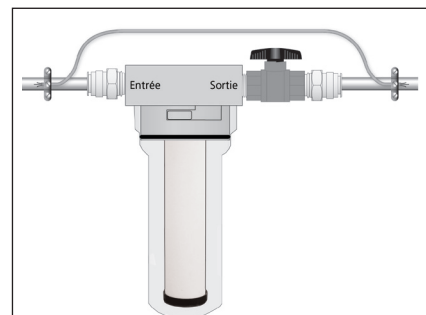
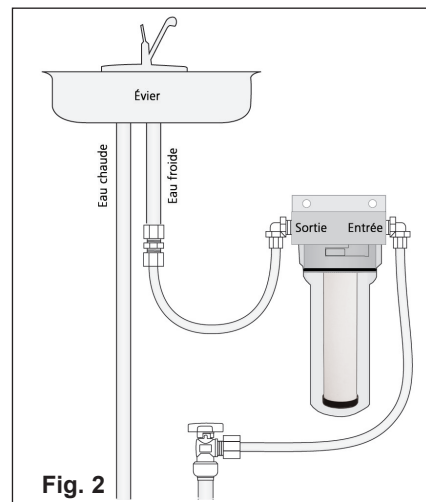

Fig. 1
Fig. 2
Pour une installation sans soudure, utilisez le kit de connecteurs Rainfresh CK1P pour l'installation en ligne (Fig. 1) ou le kit de connecteurs CK3 pour l'installation sous l'évier (Fig. 2) [vendu séparément].
2. Installez le filtre en utilisant un nécessaire Rainfresh CK1P pour une installation sur la conduite (Fig. 1), un nécessaire CK3 pour une installation sous l'évier (Fig. 2), ou des raccords de plomberie standard ; assurez-vous que l'eau circule dans la bonne direction.
3. Tournez le carter 1/8 de tour en sens antihoraire et retirez-le de la tête du filtre. Déballez la cartouche 1M. Le filtre est livré avec un adaptateur (1007-0) qui est vissé sur la cartouche en céramique et en facilite l'installation sur le raccord de la tête (501). Réinstallez le carter en alignant les rainures du carter avec les ergots de la tête (501) et en poussant le carter vers le haut. Tournez le carter de 1/8 de tour en sens horaire pour le bloquer en place. **Conservez l'adaptateur ; il n'est pas compris avec les cartouches de rechange.**